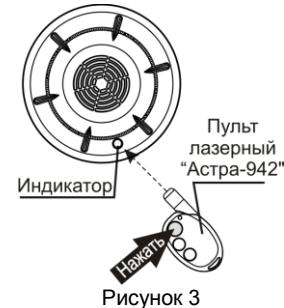

Рисунок 3
7.2.1 Режим «Тест РПД» активизируется при считывании индикатором кодовой посылки от пульта лазерного «Астра-942» (рисунок 3) или запуском режима с ППКОП. Через 5 с после считывания посылки (или получения команды от ППКОП) извещатель должен выдать извещение «Тестовый пожар» - при нормальной работе извещателя или «Неисправность» - при наличии неисправности.